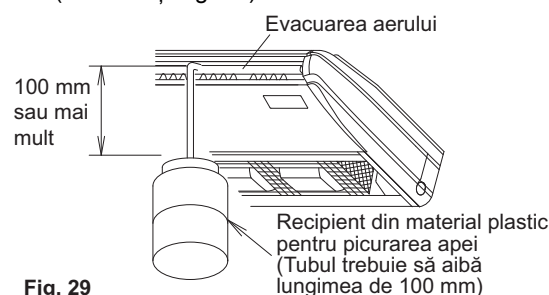

Fig. 29
(2) După finalizarea tubulaturii, verificați dacă golirea decurge lin.
- Turnați treptat circa 0,6 litri de apă pentru confirmarea golirii în tava de golire din orificiul de evacuare a aerului. (Consultați Fig. 29)